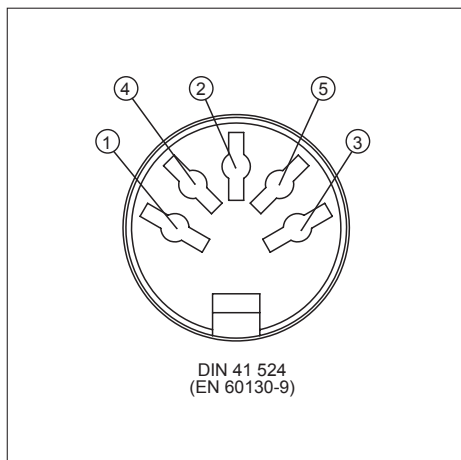

Fig.3 – Configurazione della presa di collegamento
1. Inserire la spina del dispositivo di azionamento nella presa d'ingresso INPUT (B).
3. Configurare la presa di collegamento in base alla **fig. 3**.